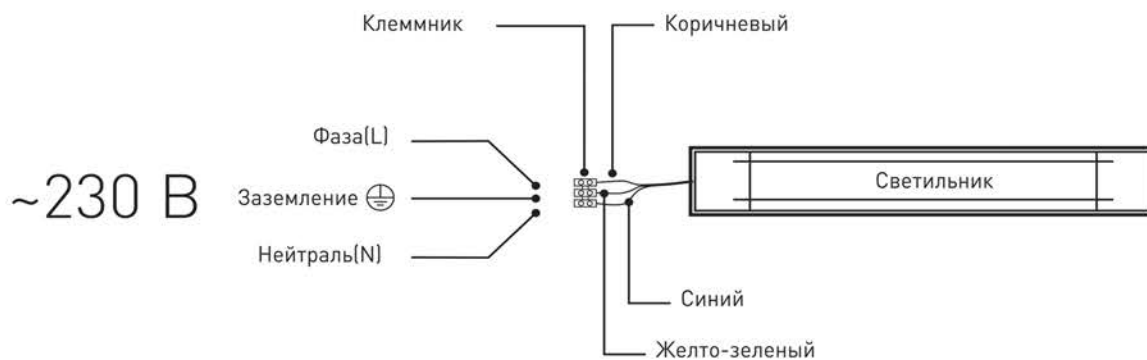

Рис.1. Схема подключения светильника к сети 230В.
3.3.2. Этот провод необходимо подключить к проводу источника питания с помощью внешнего клеммника (в комплект не входит) в соответствии со схемой, изображенной на рис.1;